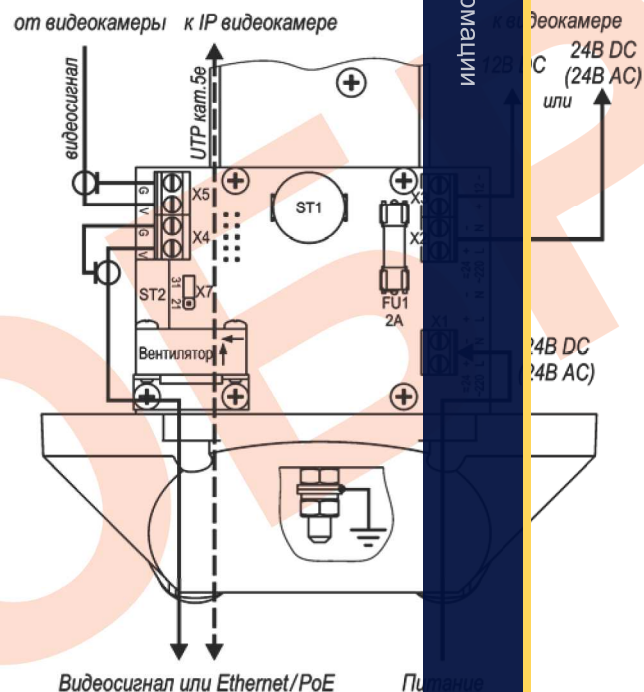

Рис.2 Подключение ТГБ-7С-24/12(24); ~24/12(24))
4. Подсоединить видеокамеру к контактам платы коммутации в соответствии со схемой подключения (рис.2, 3 или 4).
5. Ввести через гермовводы внешние кабели (кабель видеосигнала или интерфейсный кабель и кабель питания) и подключить их к плате коммутации (рис.2, 3 или 4).
Предприятием изготовителем джампер Х7 установлен в положение «31» - мощность обогрева 31 Вт, для изменения мощности на 21 Вт джампер Х7 необходимо переставить в положение «21» (см. рис.2 и 3).